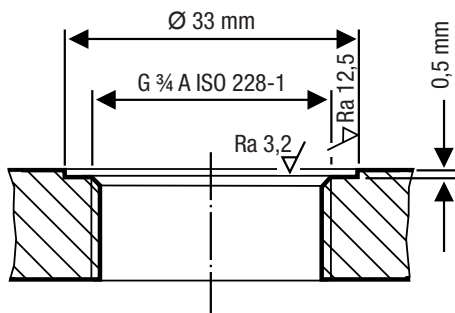

Fig. 7
- Verificare che le superfici di tenuta e la filettatura sulla caldaia o flangia di montaggio siano lavorate in modo accurato, ved. Fig. 7.
Le superfici di appoggio devono essere lavorate in modo accurato come in Fig. 7.